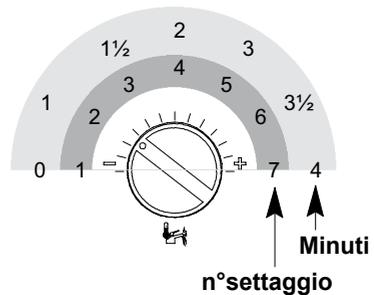

Figura 5.54
Per visualizzare il settaggio impostato tenere premuto il pulsante di ripristino 6 per circa 5 secondi. Le spie di segnalazione 3 lampeggeranno un numero di volte pari al settaggio (Figura 5.54).
- Per cambiare il settaggio ruotare la manopola regolazione temperatura sanitari 4 e posizionarla sul tempo prescelto Figura 5.54 (nella figura es. manopola settata per postcircolazione di un minuto), la lampada di segnalazione blocco 7 lampeggia velocemente.